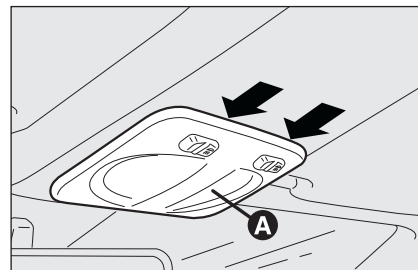
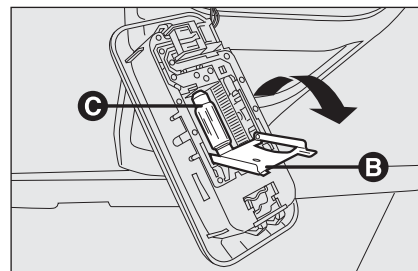

fig. 32
fig. 33
- agire nei punti indicati dalle frecce e rimuovere la plafoniera **A**-fig. 32;
- sostituire le lampade **C**-fig. 33 svincolandole dai contatti laterali accertandosi che le nuove lampade risultino correttamente bloccate tra i contatti stessi;
- richiudere lo sportellino **B**-fig. 33 e fissare la plafoniera **A**-fig. 32 nel proprio alloggiamento accertandosi dell'avvenuto bloccaggio.